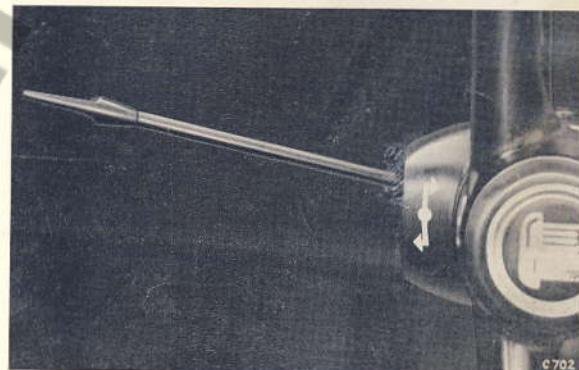

Fig. 8
**Comando indicatori di direzione (Fig. 8)**